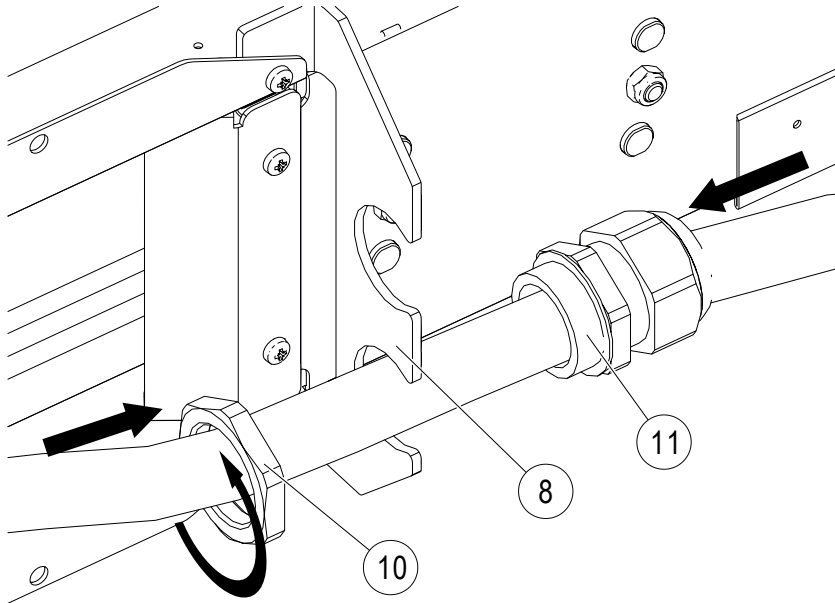

Abb. 42: Zugentlastung montieren
6. Die Anschlussleitungen an den Blechen des Befestigungsrahmen (8) mithilfe der Zugentlastung, bestehend aus Gegenmutter (10) und Verschraubung (11), befestigen (siehe Abb. 42).